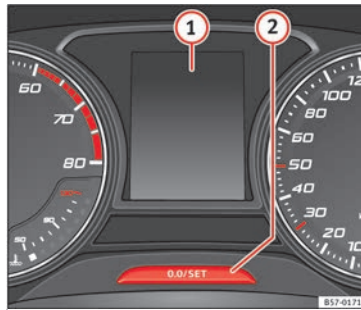

Fig. 39 Cuadro de instrumentos
La indicación de los intervalos de servicio aparece en la pantalla del cuadro de instrumentos **» fig. 39 ①**.
Mantenga pulsada la tecla **[0.0/SET]** durante más de 5 segundos para consultar el mensaje de servicio **» fig. 39 ②**.
- Apague el contacto, pulse y mantenga pulsada la tecla **[0.0/SET]** **» fig. 39 ②**.